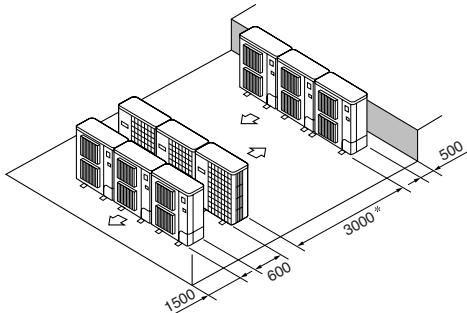

Fig. 3-16
- ⑥ Flere parallele enheder arrangement (Fig. 3-16)